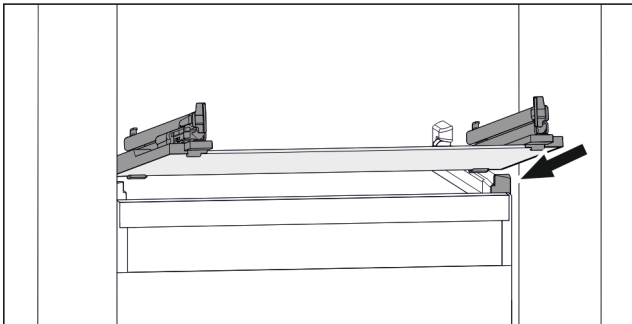

Fig. 95 Rappresentazione esemplificativa del ripiano in vetro
- ▶ Applicare il ripiano in vetro obliquamente dietro i fermi. (vedere Fig. 95)